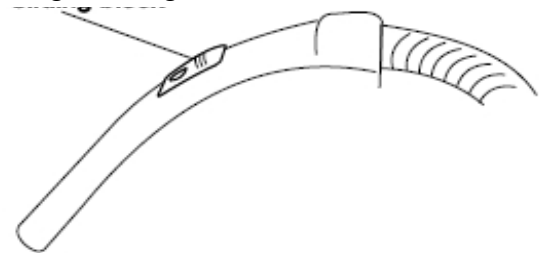

Abb. 15: Bedien- und Einstellmöglichkeiten
Schritt 4: Über den Drehschalter A (Abb. 15) können Sie die Betriebsart einstellen. Sie können wählen zwischen:
- Manueller Funktion (Pos.B, Abb.15)
- Automatische Funktion in Kombination mit der Steckdose für ElektrogerätenT Max. 2200 W (Pos.C, Abb.15)